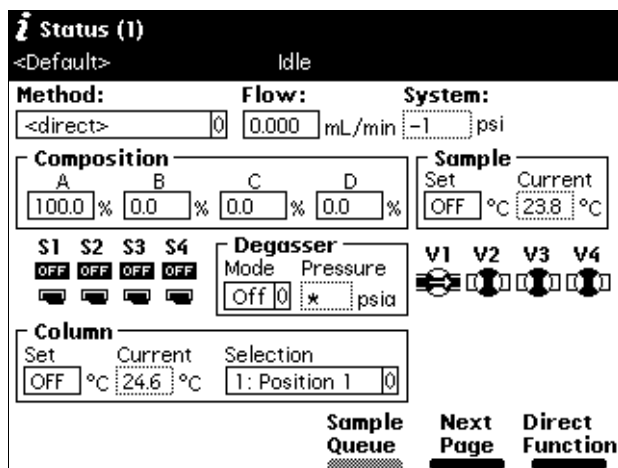

图 4-3 状态屏幕的第一个页面
用户可在运行期间通过 Status（状态）屏幕监视 HPLC 系统的当前状态。按 **Menu/Status**（菜单 / 状态）显示 Status（状态）屏幕的第一个页面（图 4-3）。Status（状态）屏幕中的内容和布局随在“分离单元”中安装的选项及工作模式而异。
1. 按 **Menu/Status** (菜单 / 状态) 显示 Status (状态) 屏幕 (图 4-3)。